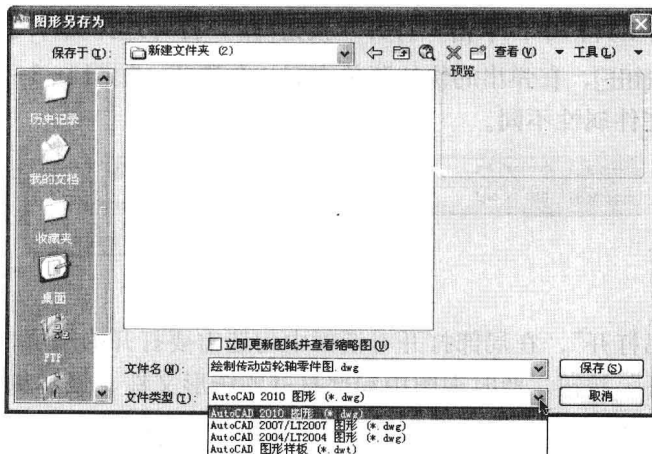

图 1-3-6
(1) 在快速访问工具栏中，单击“保存”按钮.
(2) 如果当前图形尚未设置名称，则打开图形另存为对话框，输入图形文件的名称，并选择保存路径和文件类型。
(3) 选择保存类型为“AutoCAD 2010 图形 (*.dwg)”，如图 1-3-6 所示，单击“保存”按钮，即将当前的图形保存为 DWG 格式的图形文件。如果选择保存类型为“AutoCAD 图形样板”，即可将当前的图形保存为 DWT 格式的样板文件。